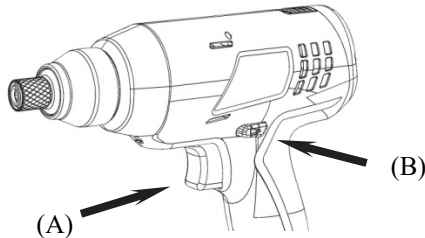

Abb. 3
Zur Auswahl des Vorwärtslaufs DEN SCHALTER (A) LOSLASSEN (siehe Abb. 3) und den Vorwärts-/Rückwärtshebel (B) (siehe Abb. 3) zur linken Seite des Werkzeugs schieben. ◀
Zur Auswahl des Rückwärtslaufs DEN SCHALTER (A) LOSLASSEN (siehe Abb. 3) und den Vorwärts-/Rückwärtshebel (B) (siehe Abb. 3) in Richtung der rechten Seite des Werkzeugs schieben. ▶